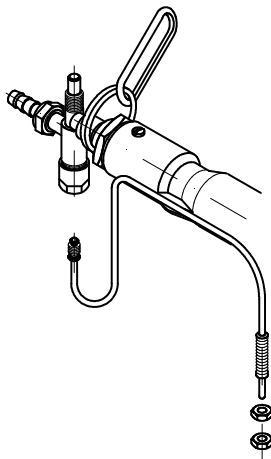

Fig. 20
3. Comprobar que el contacto de la bobina con el termopar está limpio. (Fig. 20)
3. Check that the contact of the coil with the thermocouple is clean (Fig. 20).
3. S'assurer que le contact de la bobine et du thermocouple est propre (Fig. 20).